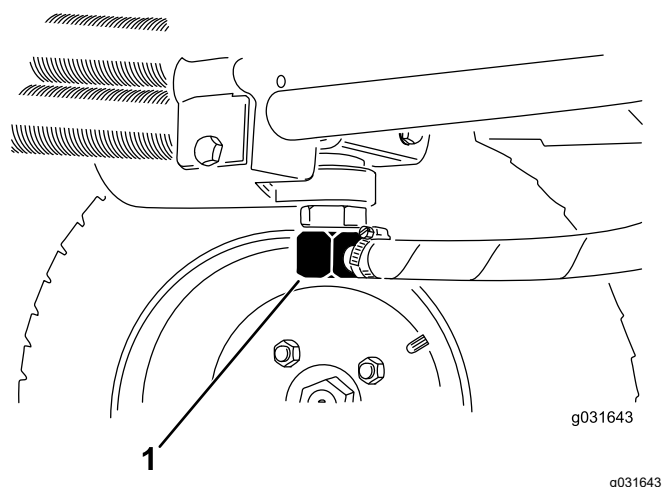

Figure 66
2. Débranchez la conduite hydraulique ou enlevez le filtre hydraulique et laissez couler l'huile dans un bac de vidange (Figure 68 et Figure 66).
3. Rebranchez la conduite hydraulique quand la vidange est terminée (Figure 66).